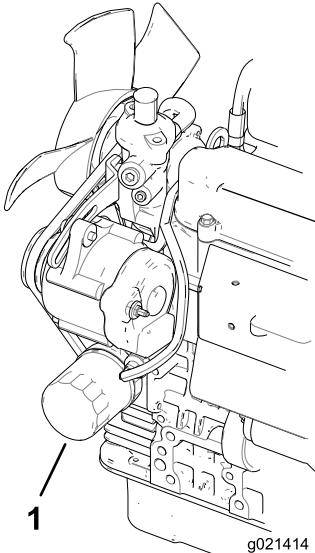

Figura 47
2. Togliete il filtro dell'olio (Figura 47). Applicate un velo di olio pulito sulla tenuta del nuovo filtro prima di avvitarla. **Non serrate troppo.**